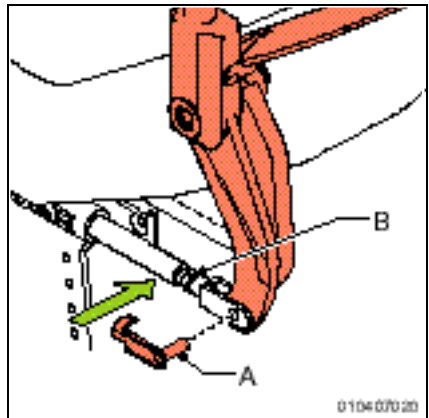

Abbildung 33
1. Ziehen Sie den Federstecker (A) von der Stellstange (B) (Abb. 33).